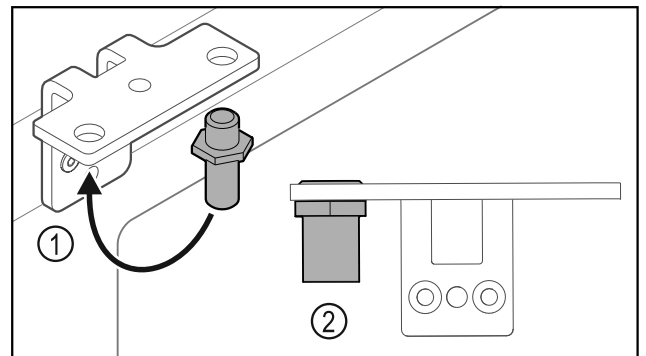

Fig. 17
► Cambiar la posición del perno Fig. 17 (1) en la escuadra de bisagra.
► Apretar el perno Fig. 17 (2) con un **par de 12 Nm**.